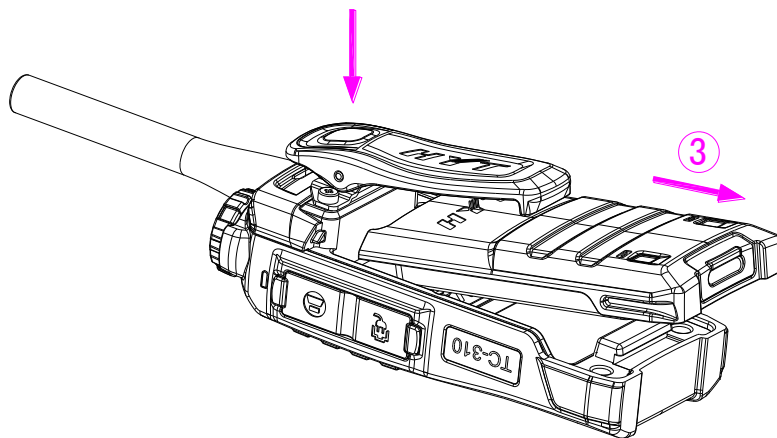

图 4
2. 当电池底部向上翘起时，松开电池推钮，并沿箭头 ③ 所示方向从后部拿出电池。如图 4 所示。